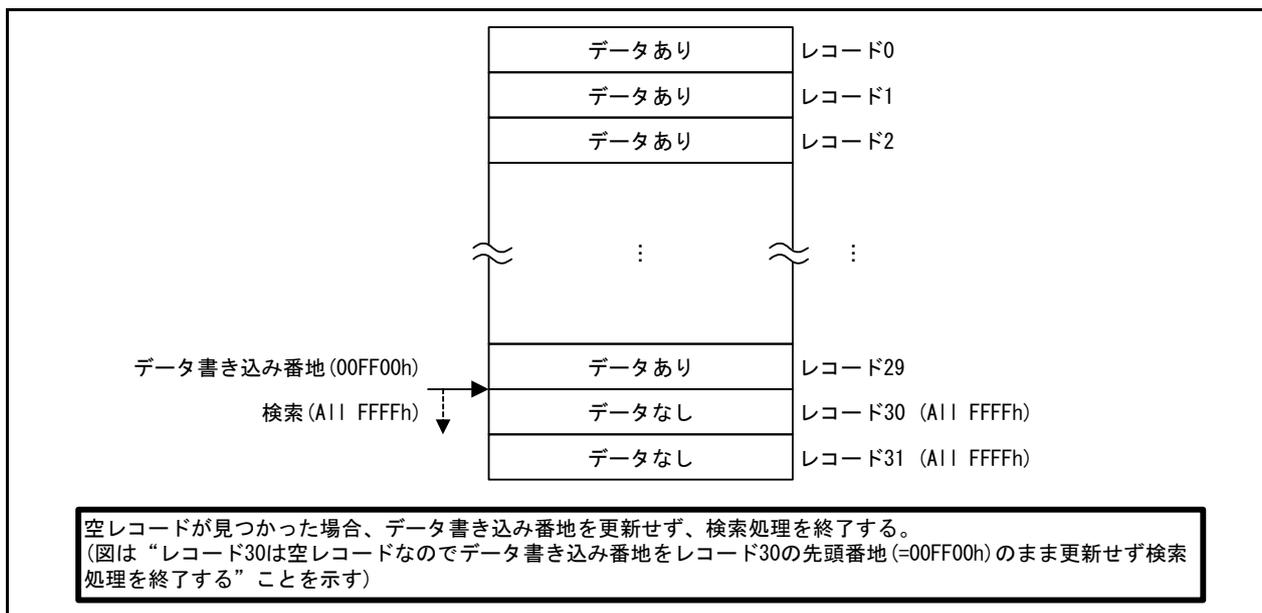

図 5.4 検索終了
- (4) 空レコードが見つかるか、データ書き込み番地がデータフラッシュの最終番地より大きくなるまで(2)~(3)を繰り返し実行します。
- (5) 空レコードが見つかった場合、検索処理を終了します。(図 5.4)